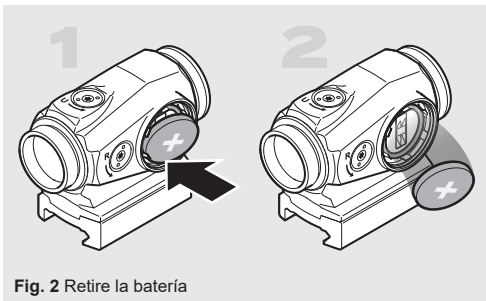

Fig. 2 Retire la batería
- a Desenrosque y retire la tapa de la batería (4).
- b Si va a sustituir la batería, extraiga la batería agotada del compartimento de la batería presionando con cuidado sobre un borde como se muestra en la Fig. 2.